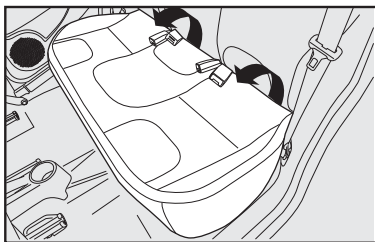

fig. 92
- Rebater o assento do banco traseiro puxando-o para a frente **fig. 92**.